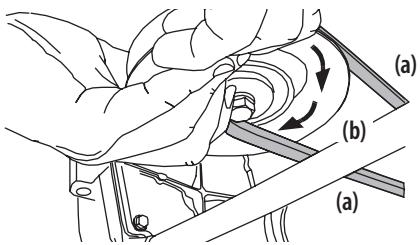

Figure 35
- Tenez la courroie de la prise de force (a) vers le bas et continuez de tourner la pulley de la prise de force (b) jusqu'à ce que la courroie de la prise de force (a) soit complètement dégagée de la pulley de la prise de force (b). Voir Figure 35.
- Tirez sur le côté droit de la courroie et placez le côté plus étroit en forme de « V » de la courroie dans la poulie de la prise de force. Voir Figure 35 à la page 91.
- Tenez la courroie de la prise de force et la poulie de la prise de force, puis faites pivoter la poulie de la prise de force vers la gauche. Voir Figure 35 à la page 91. Continuez à tenir et à faire pivoter la poulie et la courroie de la prise de force jusqu'à ce que la courroie de la prise de force soit complètement enroulée autour de la poulie de la prise de force.